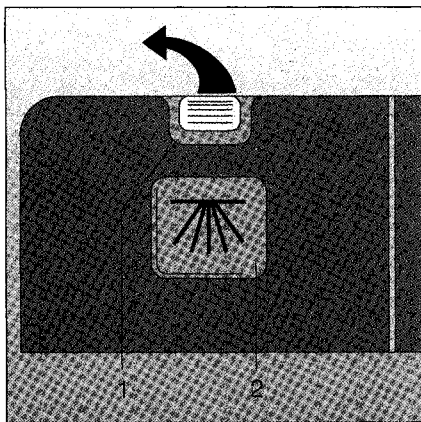

Bild 10
- ☐ Verschlußhebel nach vorne drücken (Bild 10/1). Der Deckel springt auf.
Bei sehr stark verschmutztem Geschirr haben Sie die Möglichkeit, in die Deckelmulde (Bild 10/2) zusätzlich Reinigungsmittel zu geben. Mulde gestrichen füllen. Dieser Reiniger wird bereits im Vorspülen wirksam.